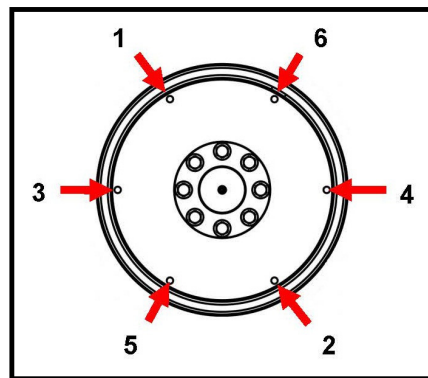

ABBILDUNG 22. REIHENFOLGE DER BEFESTIGUNG
- Die Schrauben anziehen, um die Kupplungsscheibe in der vorgeschriebenen Reihenfolge auf dem Schwungrad zu montieren. Siehe dazu Abbildung 22 auf Seite 42.